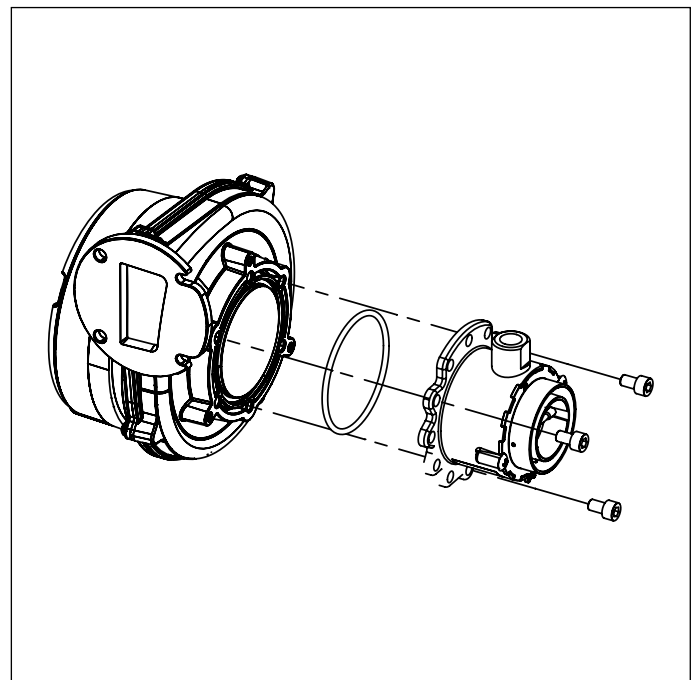

Fig. 37 Amestecător
- Înlăturați amestecătorul desfăcând cele trei șuruburi tip imbus (vezi Fig. 37 Amestecător).